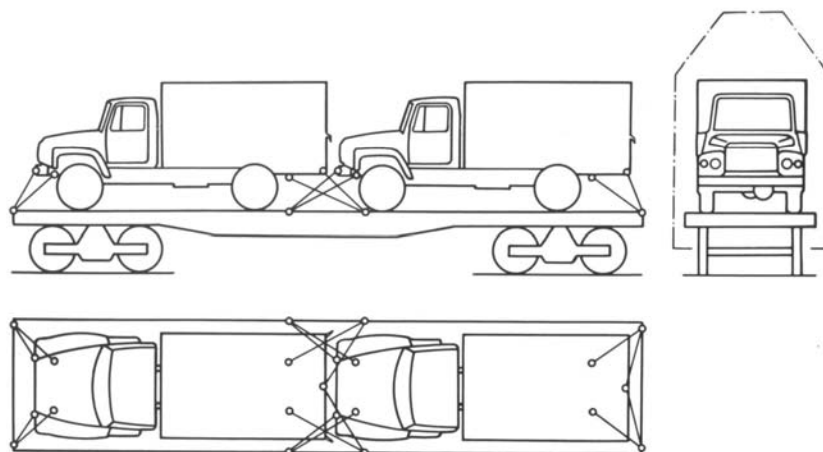

Рис.10.1. Схема погрузки автомобилей на железнодорожную платформу
- аккумуляторные батареи отключить выключателем батареи. При перевозках на платформе автомобиль крепить согласно утверждённой схеме (рис.10.1).